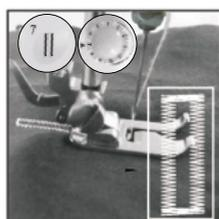

Рисунок 21
6. Выберите рисунок стежка №7, затем включите переключатель и шейте до тех пор, пока петля не будет полностью пришита (рис. 21).